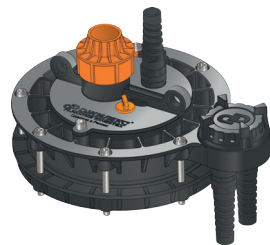

Рисунок 2
- Оголовок ПБ с базовой (стационарной) частью (рисунок 2) позволяет многократно соединять/разъединять электрокабель в клеммной коробке при извлечении насоса из скважины. Базовая часть крепится на обсадной трубе один раз на весь период эксплуатации.